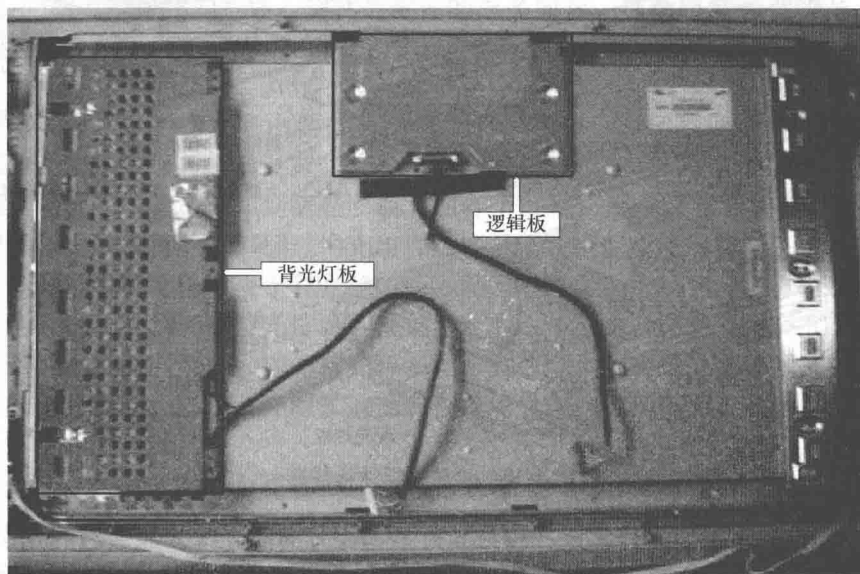
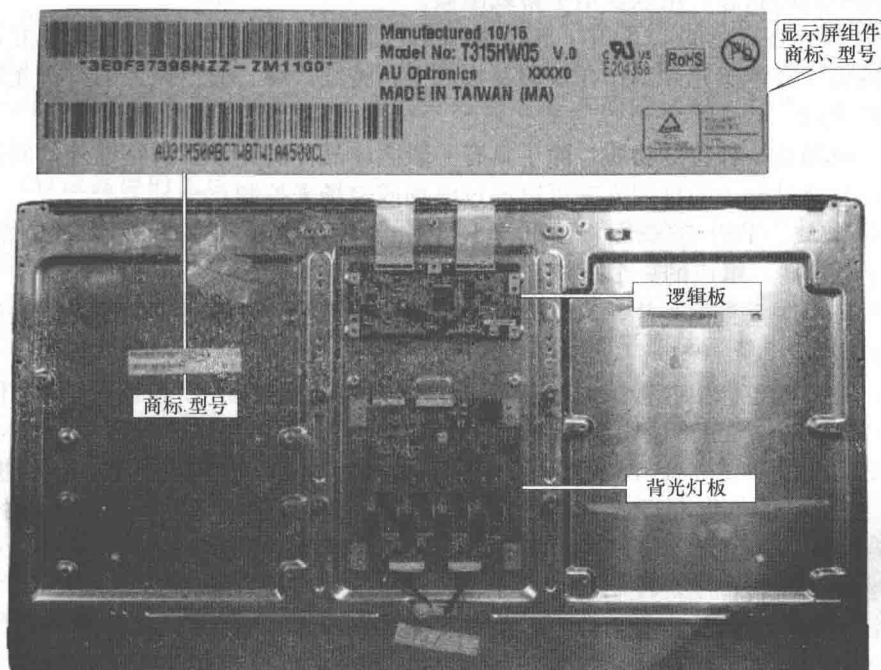

图 1-8 采用 DDFL 背光源的液晶屏组件实物图
图 1-9 采用 LED 背光源的液晶屏组件实物图
液晶面板也就是常说的 TFT LCD (Thin-film transistor liquid crystal display), 即薄膜晶体管液晶显示器。液晶屏是指液晶面板、背光灯板、背光灯、逻辑板等较多器件构成的组件, 即上面所称的液晶屏组件; 液晶屏组件是液晶彩电中核心部件, 其成本约占整机的 $1/2 \sim 2/3$ 。因部件精密且易碎裂, 同时为了保证能正常显示图像, 逻辑板与背光灯板也作为配套部件, 图 1-8 所示是采用 DDFL 背光源的液晶屏组件实物图, 液晶屏组件自带背光灯板和逻辑板, 为了防止外界脉冲信号干扰, 均在外部设置了屏蔽罩; 图 1-9 是采用 LED 背光源的液晶
在图1-9中，上面一块板为逻辑板，通过两条扁平线与液晶面板相连。LED液晶屏与普通CCFL灯管液晶屏的信号处理电路是相同的，即主板输出LVDS信号送给逻辑板，逻辑板对主板送来的LVDS信号进行变换，然后驱动屏内部的行列驱动电路，使液晶屏正常地显示出图像。也就是说：在液晶屏中，逻辑板与背光电路无关，不会因为由CCFL背光改为LED背光而改变，即LED液晶屏的逻辑板与CCFL灯管液晶屏中的逻辑板在电路原理上是相同的。因此，在这两种类型的液晶屏中，只要逻辑板的型号与版本号相同，就可以相互代换。下面一块板为背光灯板，通过两组输出线与液晶面板的LED背光灯条相连接，由于LED背光灯和CCFL背光灯需要的驱动电压不同，二者背光灯板有着本质的区别，详见1.2节的背光电源简介。
(4) LED 液晶屏的识别
① LED 液晶屏的编码规则。为了区分液晶彩电所配用的液晶屏类型，不同彩电厂家均对屏型号进行了编码以示区分，在液晶屏组件的商标编码中可区分液晶屏的类型，如图 1-9 上部所示。下面以 TCL 厂家的屏编码为例进行说明。
在该厂家的屏编码中。屏幕尺寸后面的字母就表示背光类型，“T”表示 CCFL 背光液晶屏；“E”表示 LED 背光液晶屏，如“4A-LCD32T-AUD”表示该液晶屏背光为 CCFL，图 1-9 中商标显示的 E204356，表示该屏背光为 LED，TCL 为其编码为“4A-LCD32E-Au1”。值得一提的是，部分液晶屏（尤其是早期的液晶屏）未按上述规则编码。